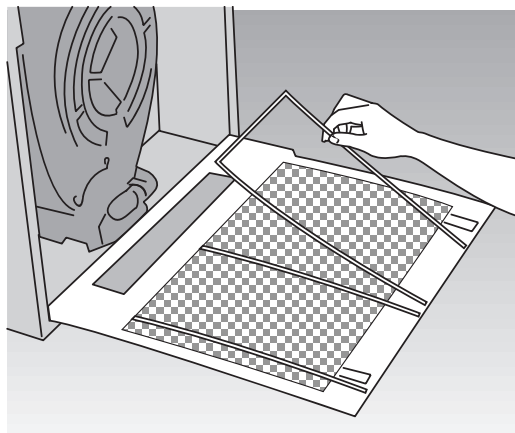

Figura 6
(Figura 6)
- Scoateti filtrul murdar si inlocuiti-l cu unul nou, apoi fixati filtrul cu cele doua clame si apoi asezati panoul cu orificii inapoi la locul sau. (Figura 6)